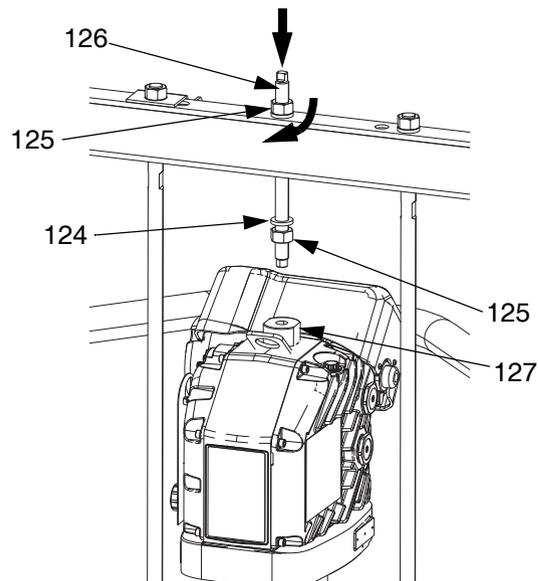

FIG. 42
1. Utilizando um guincho adequado, insira tirantes na bomba de volumétrica (AC) e prenda o acionador (AB) à bomba (AC).
- b. Instale a haste roscada (126) através do orifício no centro da travessa. Instale as anilhas (124) e porcas (125) de travamento na haste roscada (126), tanto acima como abaixo da travessa. Utilize uma chave inglesa para prender o adaptador do anel (127) e aperte a haste roscada (106) de encontro ao adaptador do anel (127) utilizando outra chave inglesa. Consulte a FIG. 42.
- c. Aperte a porca (125) abaixo da barra de cruzamento para 34 N•m (25 pés-lb) no máximo.
- d. Aperte a porca (125) acima da barra de cruzamento para prender o acionador (AB) no lugar.